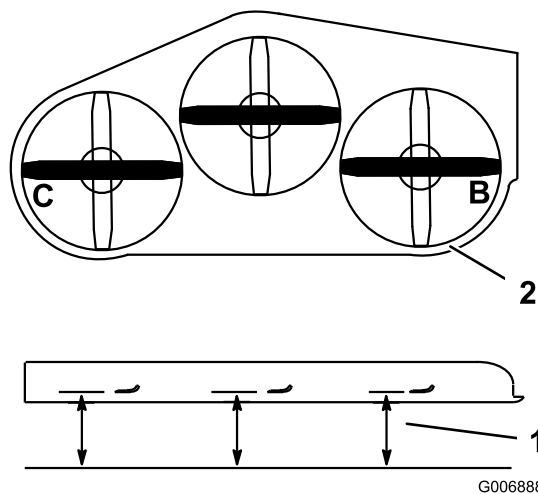

Figure 92
1. Tournez la lame droite dans le sens latéral (Figure 92).
2. Mesurez la distance au point **B** entre la surface plane et le tranchant de la pointe de la lame droite (Figure 92).
4. Tournez la lame gauche dans le sens transversal (Figure 92).
5. Mesurez la distance au point **C** entre la surface plane et le tranchant de la pointe de la lame gauche (Figure 92).